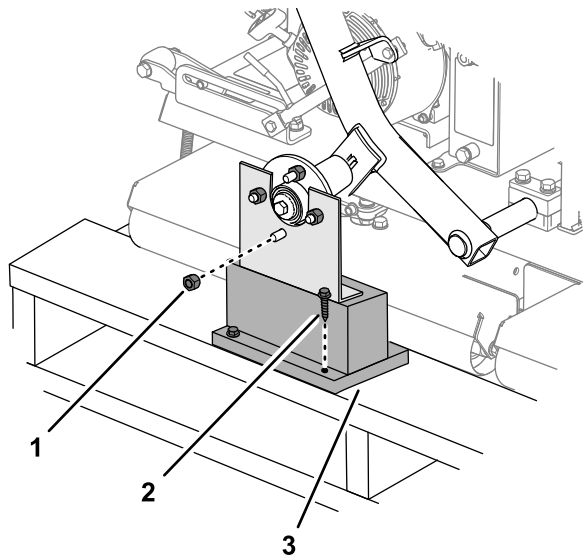

図 3
- ホイールハブを出荷用ブラケットに固定しているラグナットを取り外す 図 3。
- ホイールハブのスタッドに付いている他のラグナットを外す 図 3。
- 出荷用ブラケットをパレットに固定しているラグボルトを外す 図 3。